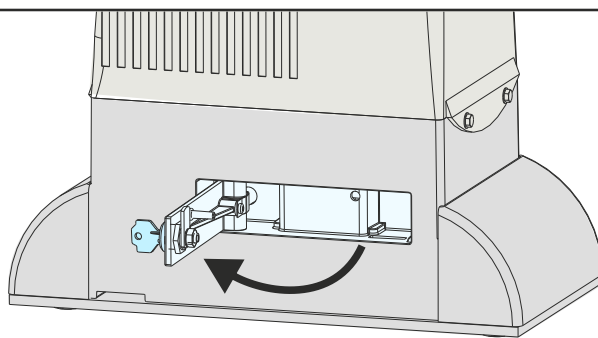

Fig. 33
- Tirar la palanca de desbloqueo hasta el golpe, 90° alrededor (Fig. 33)